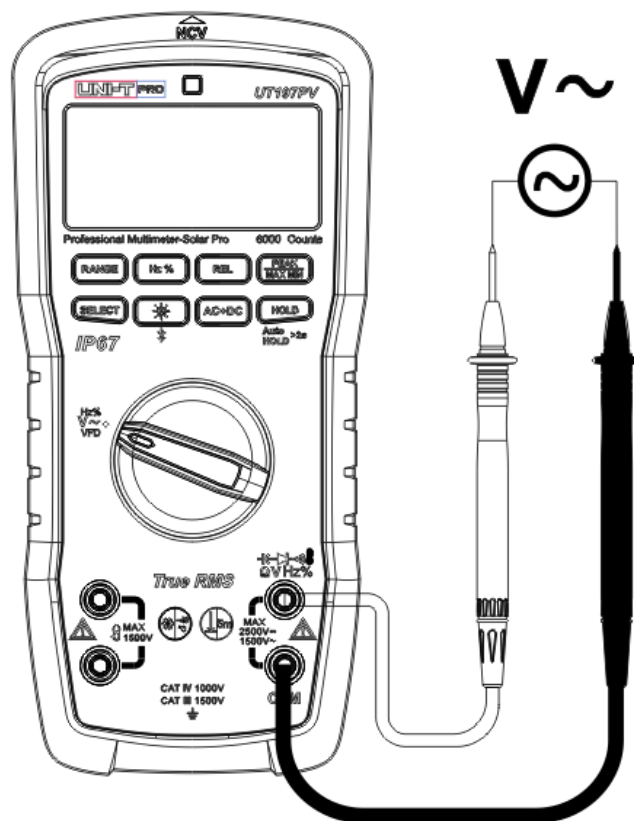

Рисунок 5
2. Измерение напряжения AC (рисунок 5)